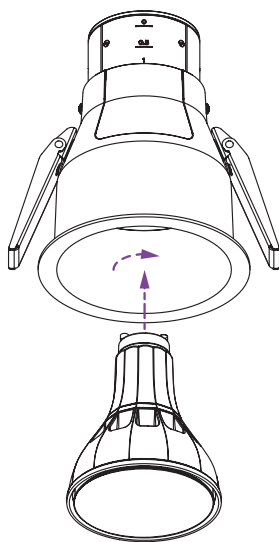

fig. 14
1. Insérez le moteur d'éclairage dans le boîtier du D4R (voir la fig. 14).